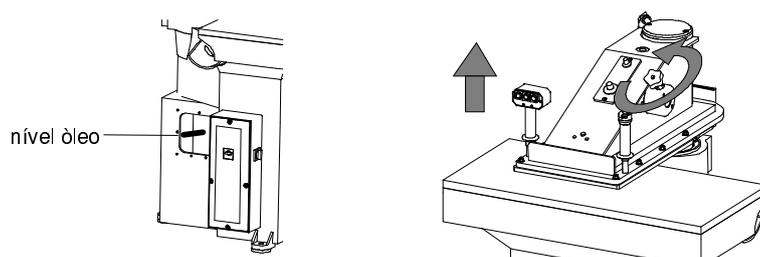

Fig. 8
- Meter óleo até atingir a linha vermelha de máximo nível (esquerda Fig. 8).
- Arrancar com o motor usando o interruptor principal, verificando imediatamente o sentido de rotação da bomba; este sentido será correto se após alguns segundos o conjunto braço/coluna se eleva. Rodar o volantezinho de regulação do braço em sentido anti-horário até ao seu bloco: neste modo o braço se deslocará para cima até ao limite da sua altura (direita Fig. 8).